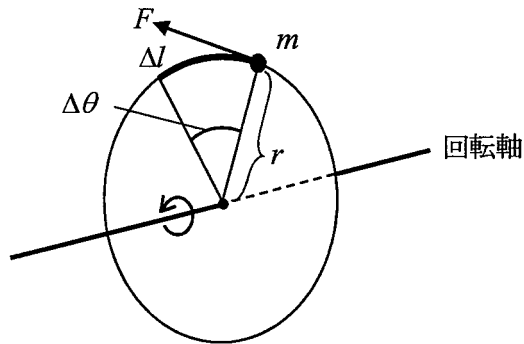

図 1 回転する質点の運動
- (1) 図 1 のような、回転軸からの距離 r [m] に拘束されて回転する質量 m [kg] の質点の運動を考える。
2) 図1の質量 m の質点に、運動方向（運動軌跡が描く円周の接線方向）に力 F [N] が加えられているとする。このとき質点の運動方程式は、 $F = m \frac{dv}{dt}$ で表されるので、式②を代入すると、 F は次式で表される。